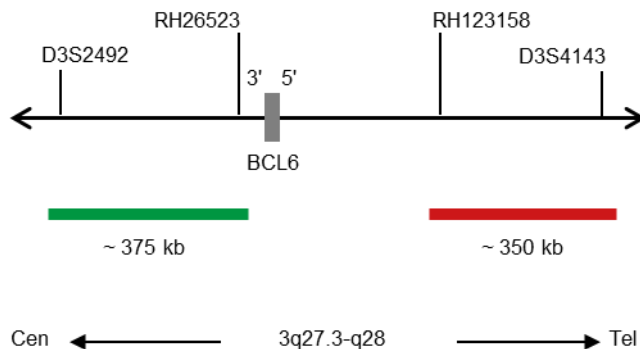

Fig. 1 : Carte de la sonde SPEC BCL6 (pas à l'échelle)
- Polynucléotides marqués à la digoxigénine (~0,50 ng/μl), qui ciblent des séquences cartographiées en 3q27.3* (chr3:187,028,236-187,403,834) proximales de la région du point de cassure BCL6 (voir Fig. 1).
- Polynucléotides marqués au dinitrophényle (~0,75 ng/μl), qui ciblent des séquences cartographiées en 3q27.3-q28* (chr3:187,744,962-188,097,195) distales de la région du point de rupture BCL6 (voir Fig. 1).